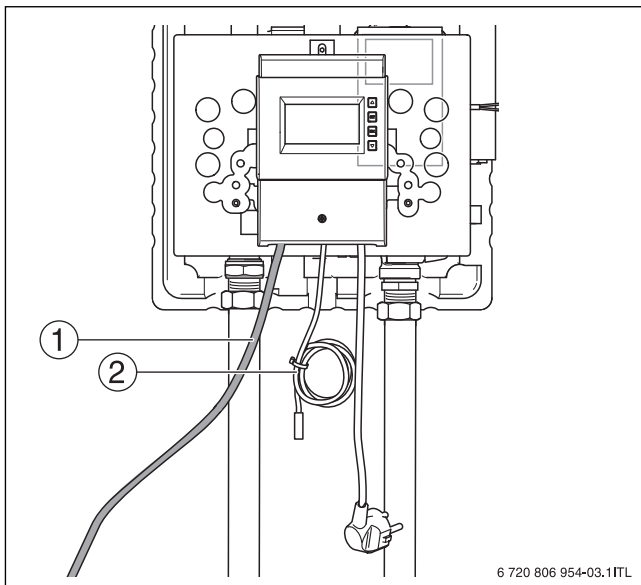

Bild 16 Kesseltemperaturfühler-Leitung anschließen
- Kesseltemperaturfühler mit der Kesselfühlerleitung (→ Bild 16, Seite 13, [1]) zum Kaminofen verbinden.